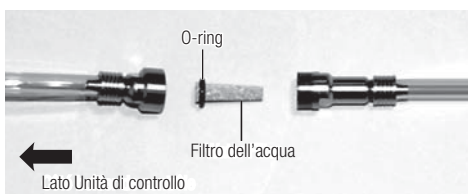

Fig. 26
2) È possibile rimuovere il filtro dell'acqua quando il suo alloggiamento è smontato, come illustrato nella Fig. 26. Sostituirlo con un filtro nuovo e rimontarlo seguendo le istruzioni all'inverso.
Assembli l'Acqua Fillter nella direzione corretta come mostra Fig.26.